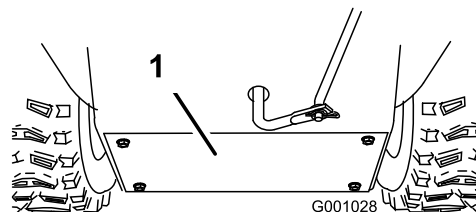

Рисунок 52
3. Снимите заднюю крышку (Рисунок 52).